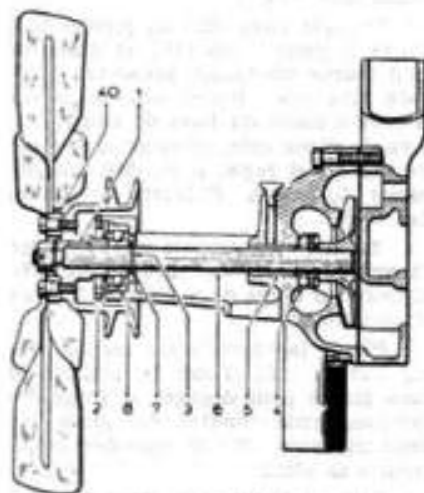

Fig. 3. — Pompe à eau avec joint d'étanchéité A.D.
* Démontez le ventilateur. Démontez la poulie (elle sort facilement) et dégager la clavette (1) de l'arbre (6). (fig. 3)
* Dévisser l'écrou crénelé (2).
* Dégager l'arbre de pompe à mi-course, en frappant sur l'extrémité à l'aide d'un maillet, dégager les segments d'arrêt (3) du roulement et sortir l'arbre complètement.
* Monter la douille (5) dans le corps de pompe, à l'aide d'un mandrin épaulé. (figure 3)
* Placer la bague d'étanchéité (4) sur l'arbre de pompe (6) (son orientation est indiquée par la figure 3).
* Huiler l'arbre et l'engager dans la douille. Mettre en place les segments d'arrêt (3) sur l'arbre, et la tôle de retenue (7). Monter le roulement (8) en l'engageant à l'aide d'un tube, si nécessaire.
* Serrer l'écrou crénelé (2) à 3 m/kg et le goupiller.
* Placer la clavette (1) dans son logement sur l'arbre, monter la poulie, serrer l'écrou à 4 m/kg, puis le goupiller.
* Monter le ventilateur. Orienter vers le moteur, la partie concave des pales. Intercaler les entretoises (40), entre ventilateur et poulie. Placer les arrêtors, serrer les vis à 1,5 m/kg environ. Rabattre les arrêtors sur un pan des vis, monter les graisseurs.